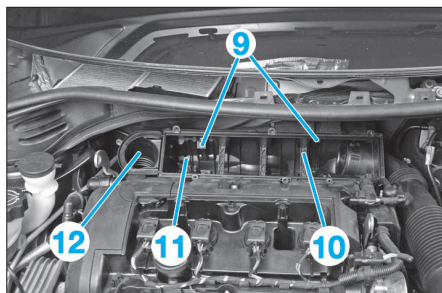

FIG. 39
- les vis (9) (Fig.39).
- le support intermédiaire (10)
- la cuve de filtre à air (11)
- le raccord d'air (12)